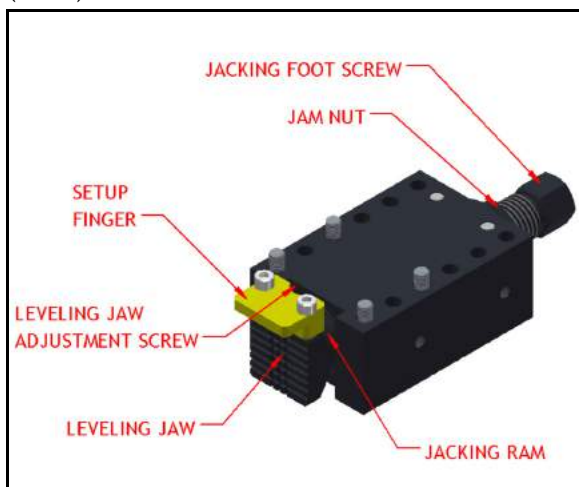

РИСУНОК 3-6. Компоненты выравнивающей опоры
39.02 (991)	42.5 (1,080)	A	2
- Грубо отрегулируйте выравнивающие опоры (одна из них изображена на рис. 3-6) вращением винта выдвигаемой опоры так, чтобы они выходили за НД фланца примерно на 1/8" (3 мм).